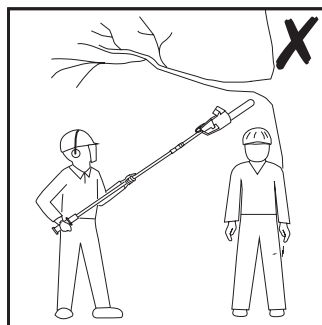

Fig. 36
7. Ține alte persoane departe de capătul de tăiere al produsului și la o distanță sigură de zona de lucru. Păstrează o distanță minimă de 10 m față de alte persoane (fig. 36).